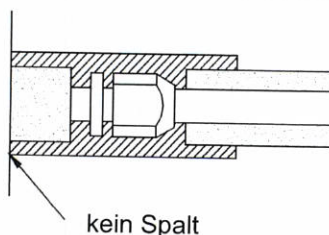

Abb. 19
2. Die Anschlüsse des Innengerätes müssen mit Isoliermaterial umhüllt werden. Zwischen Rohranschlussstelle und Innengerätewand darf sich kein Spalt befinden. Siehe Abb. 19.